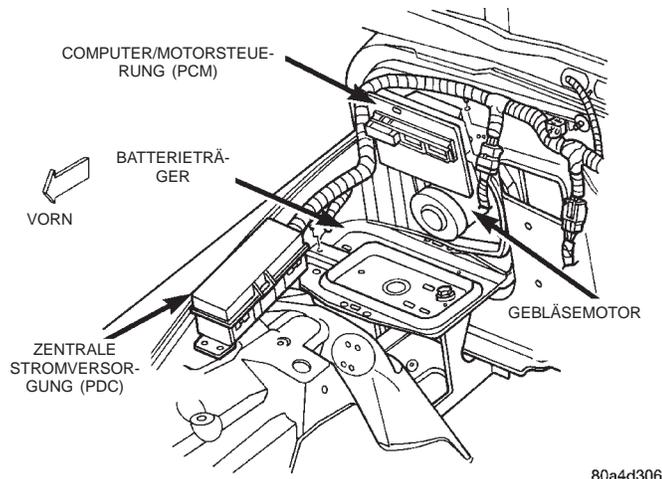

Abb. 36 Computer/Motorsteuerung (PCM) aus- und einbauen
(1) Batterie vom Batterieträger abbauen. Näheres hierzu siehe Kapitel 8A, "Batterie".
(2) Die drei Schrauben lösen, mit denen der Computer/Motorsteuerung (PCM) an der motorraumseitigen Halterung an der Spritzwand befestigt ist, und PCM von der Öffnung des Gebläsemotors in der Spritzwand weg bewegen (Abb. 36).